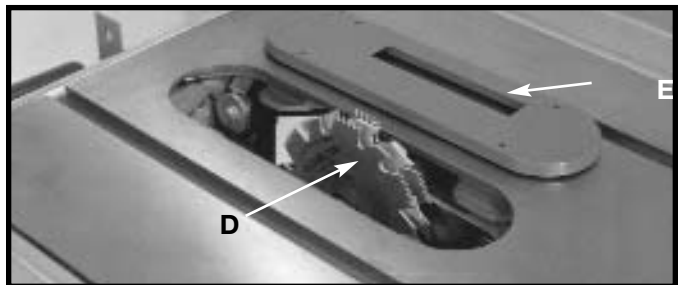

Fig. 47
2. Fixer l'ensemble à rainure (D, fig. 47) à l'axe de scie.
⚠ ATTENTION IL FAUT UTILISER L'INSERT DE TABLE (E, fig. 47) DE TÊTE À RAINURER EN ACCESSOIRE AU LIEU DE L'INSERT DE TABLE STANDARD.